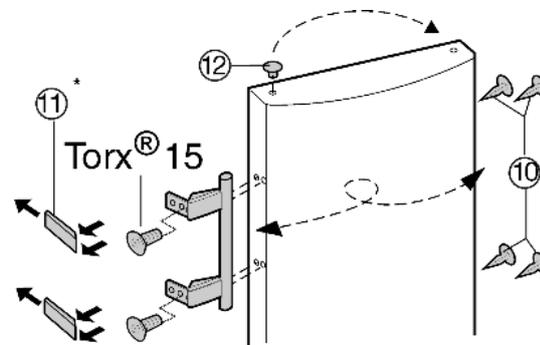

Fig. 7
- Enlever le bouchon *Fig. 7 (12)* du coussinet de la porte et le permuter de l'autre côté.
- Démonter la poignée de porte, le bouchon *Fig. 7 (10)* et les plaques d'appui *Fig. 7 (11)* puis les repositionner sur le côté opposé.